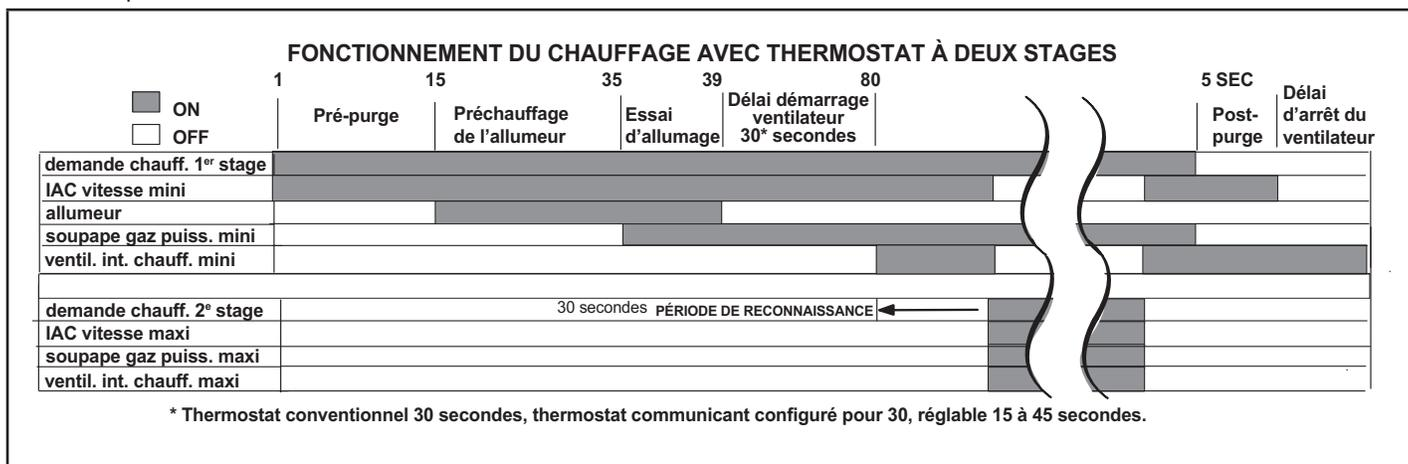

FIGURE 62
**Voir la FIGURE 62 pour la séquence d'allumage**